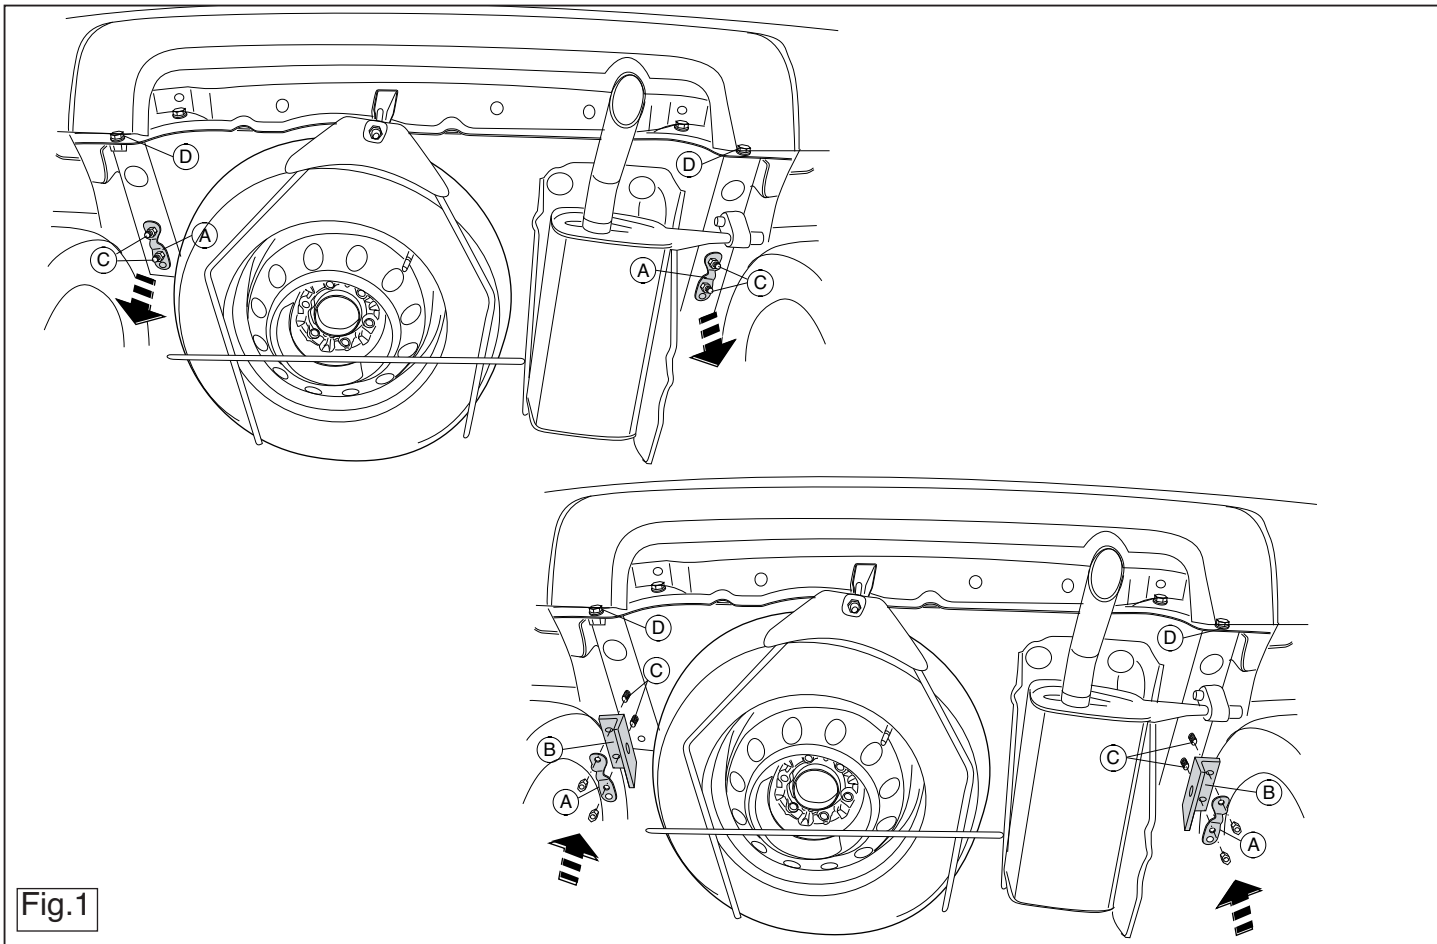

Fig.1
2. Снять если имеется кронштейны А слева и справа. См. рисунок 1.
3. Установить кронштейны В и закрепить их в точках С, затянув крепежный материал не до конца. См. рисунок 1.